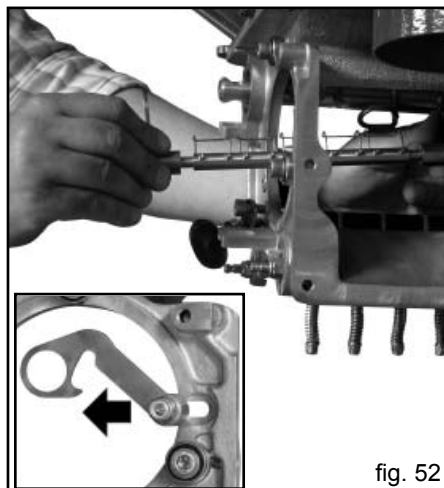

fig. 52
- 4) Reinigungswelle nach vorne ziehen und aus dem Dosiergeraet entnehmen. (Fig. 52).